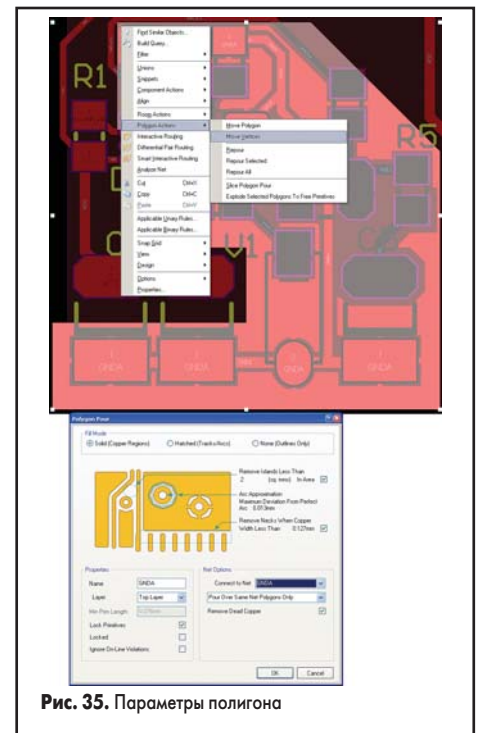

Рис. 35. Параметры полигона
3. Третий связан с **NET=VCC**. Главное требование — обеспечить только максимально широкие области при подводке к **PAD** элементов, потребляющих большую мощность. Для первого случая включим настройки, как показано на рис. 35.
При прорисовке сложных контуров полигона не всегда сразу удается правильно расположить его углы. Для доступа к изменению сложной формы полигона, выдели его, следует затем нажать правую кнопку мышки и в контекстном меню выбрать **Polygon Action/Move vertex**. После этого в углах полигона (как на рис. 35) появятся их метки, которые можно переместить в требуемое положение.